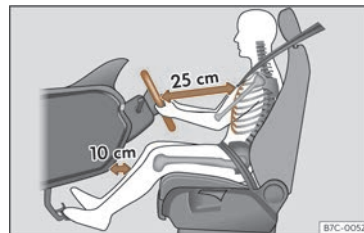

Abb. 17 Der richtige Abstand des Fahrers zum Lenkrad muss mindestens 25 cm (10 inch) betragen.
- Lenkrad so einstellen, dass der Abstand zwischen Lenkrad und Brustbein mindestens 25 cm (10 Zoll) beträgt >>> (Abb. 17) und das Lenkrad mit beiden Händen und leicht gebeugten Armen seitlich am äußeren Rand festgehalten werden kann.